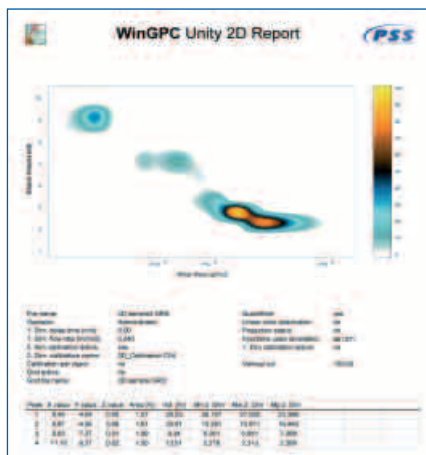

Abb. 1: Beispielreport für eine 2D-Analyse
- Komfortable und individuelle Reporterstellung mit dem WinGPC Report Designer (siehe Abb. 1)